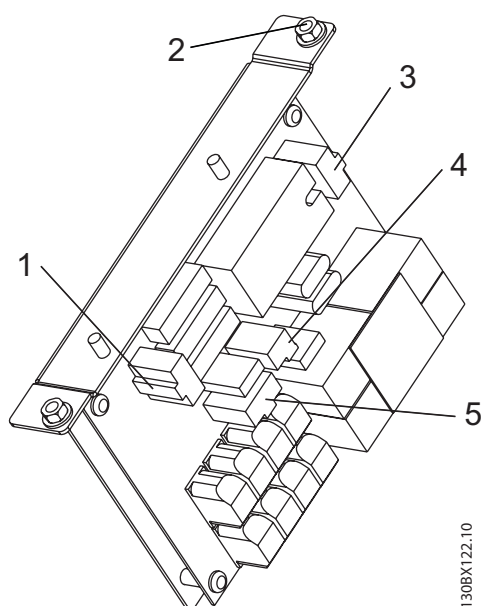

Abbildung 7.3: Vorladekreiskartenbaugruppe
2. Der Anschluss MK4 auf der Vorladekreiskarte muss getrennt werden. Die Vorladekreiskarte weit genug lösen, um MK4 (siehe Abbildung 7.3) gemäß Schritten 1-3 im Demontageverfahren für die Vorladekreiskarte freizulegen.